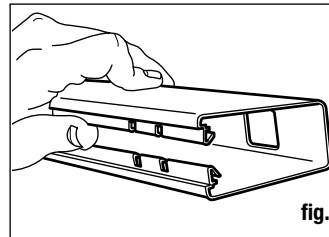

fig. 1
- Tome uno de los pretilos y abra cuidadosamente la estricción con la mano o una cuña de madera (fig. 1). Esta pieza se convertirá en el pretil inferior del ensamblado.
La mayoría de los jardines son relativamente planos y permiten una instalación sencilla. Si su jardín es muy empinado o desigual, asegúrese de dejar la altura de montaje deseado para el panel adyacente cuando coloque los postes. En casos extremos es posible que necesite "escalonar" los paneles (fig. 1).